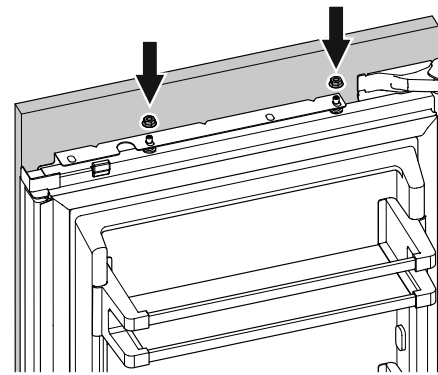

Figure 24
Montage des panneaux de porte du réfrigérateur - Figures 24 - 33
1. Ouvrir la porte du réfrigérateur et accrocher le panneau sur les boulons d'ajustement (**Figure 24**).
2. Visser les écrous hexagonaux sur les boulons d'ajustement et les serrer à la main provisoirement (**Figure 24**).